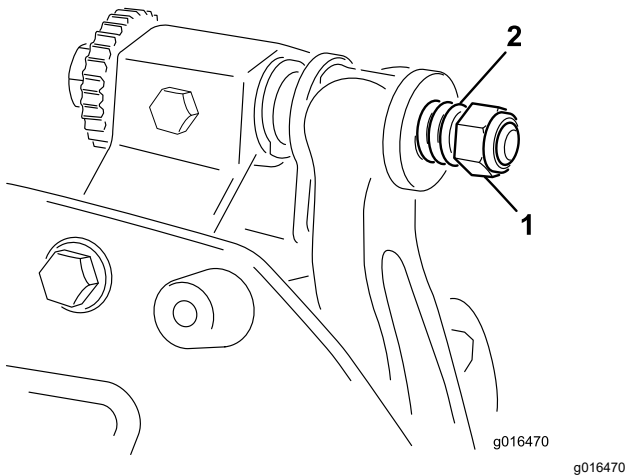

Figura 22
6. Aperte a porca da mola tensora até que a mola fique recolhida; em seguida, desaperte meia volta (Figura 22).